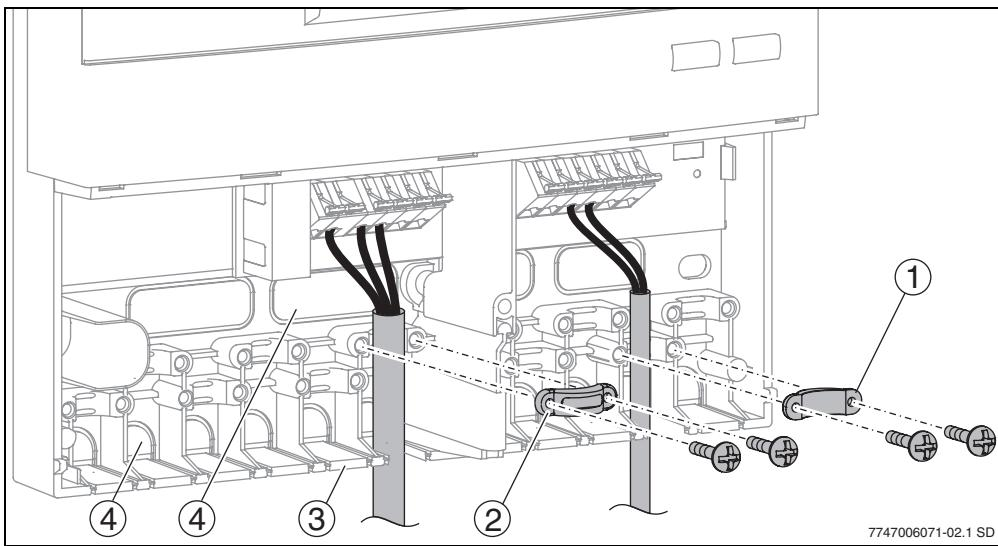

Fig. 5 Paso y fijación de los cables
Según la situación de montaje, los cables se pueden introducir en la caja por detrás (→ fig. 5, 4) o por abajo (→ fig. 5, 3).
- ▶ Haga el paso para cables con un cuchillo (→ fig. 5) para que no quede ningún borde cortante.
- ▶ En el caso de introducir los cables por abajo, asegure los cables con el dispositivo antirtracción correspondiente (→ fig. 5, 2). El dispositivo antirtracción también se puede montar al revés (→ fig. 5, 1).